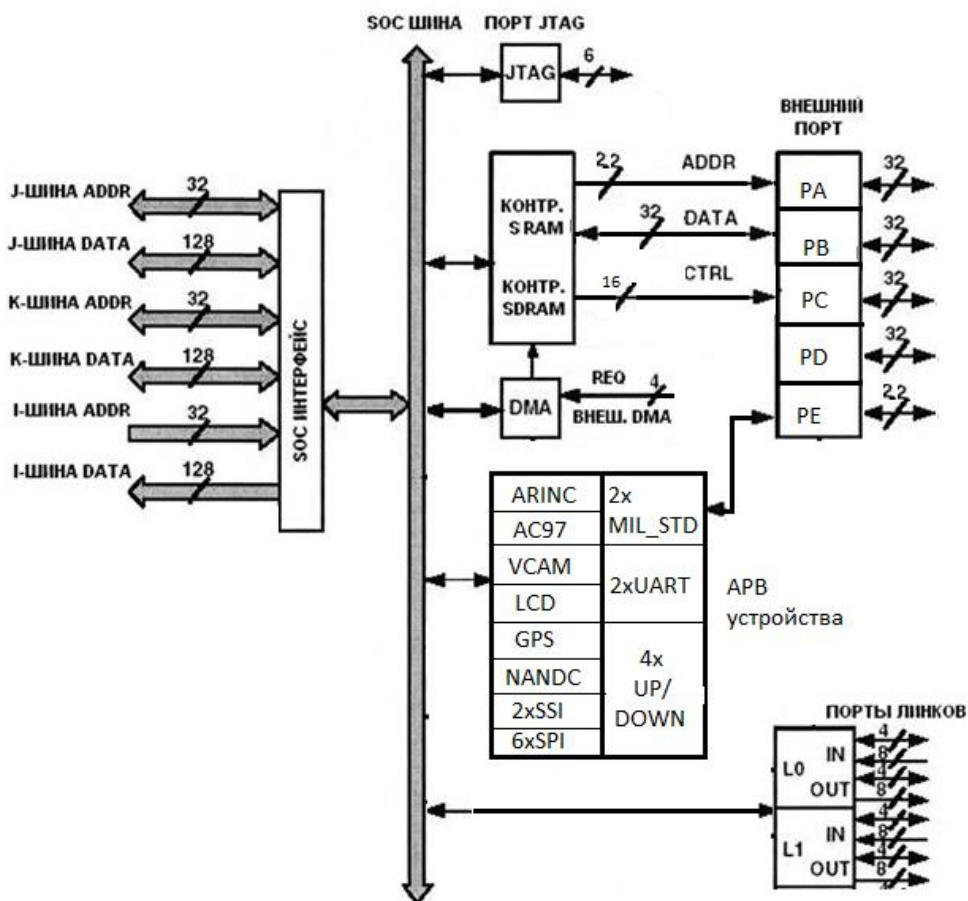

Рисунок 6 – Подключение периферийных устройств к ядру процессора
- периферийные устройства (Рисунок 6), которые осуществляют операции обмена с внешними устройствами.